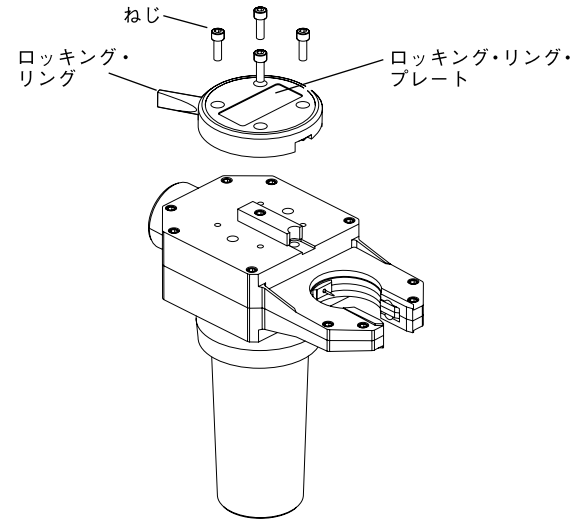

図 26：ロックリングおよびロックリング・プレートを取り外す
2. ねじ 4 本、ロックリング、ロックリング・プレートを取り外します。図 26 をご参照ください。